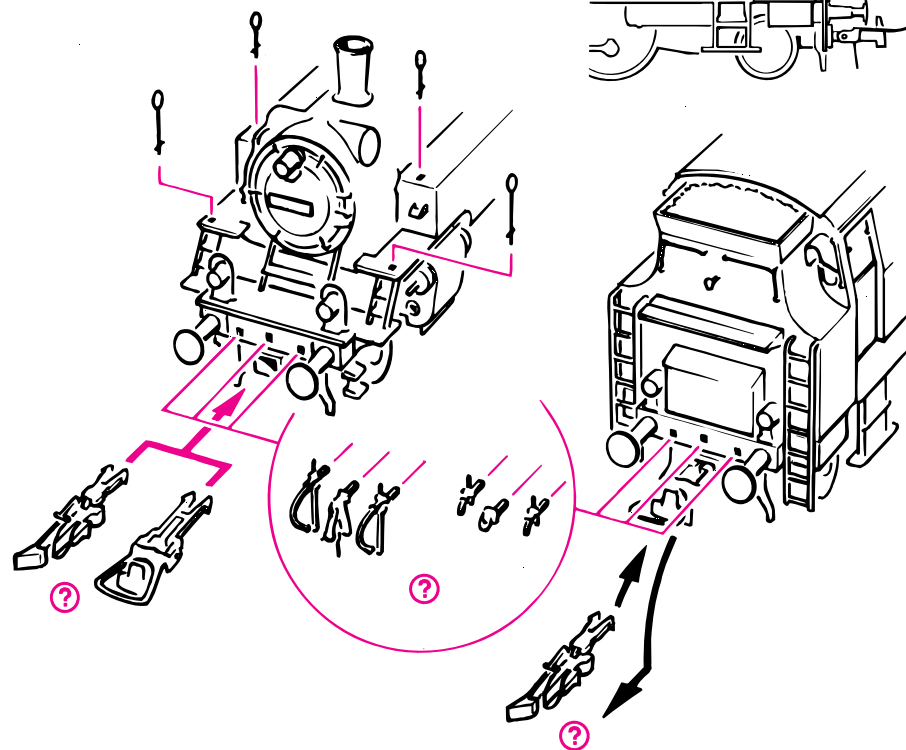
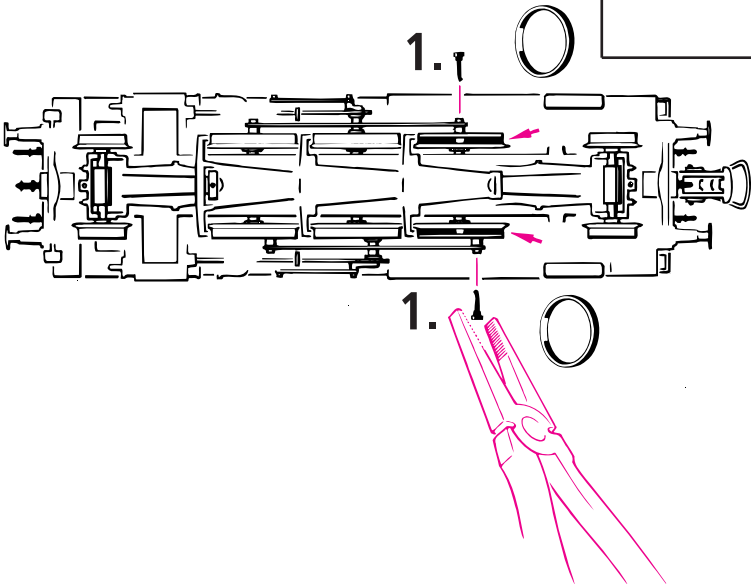

Fig. 4
Fig. 10
Mehrzugbetrieb: Zuerst das Lokgehäuse abnehmen (Fig. 4). Danach den Brückenstecker aus der Schnittstelle entfernen (sorgsam aufbewahren). Zuletzt den Stecker der Steuerbausteine lagerichtig einsetzen (Fig. 6).
5. Kohlebürstenwechsel: Lokgehäuse abnehmen (Fig. 4). Danach wird der **Motor ausgebaut** und die **Kohlebürsten** ausgewechselt (Fig. 10).
Exploitation en télécommande multi-trains: Veuillez démonter d'abord la caisse de votre locomotive (fig. 4). Enlevez ensuite la fiche de shuntage de l'interface (à conserver!) et enfichez finalement la fiche du module de télécommande aux prises de l'interface. Veuillez à la position correcte de la fiche (voir fig. 6).
Démontez la caisse de votre locomotive (voir fig. 4). Sortez ensuite le moteur de son logement et échangez finalement le balais (fig. 10).
Running in digital mode: First remove loco body (fig. 4). Then remove the jumper from the interface. Finally put the plug of the chip into the interface as shown in fig. 6.
5. Carbon Brush Changing: First **remove** loco body (fig. 4), and then the **motor** (fig. 10).
voir } Fig. 4